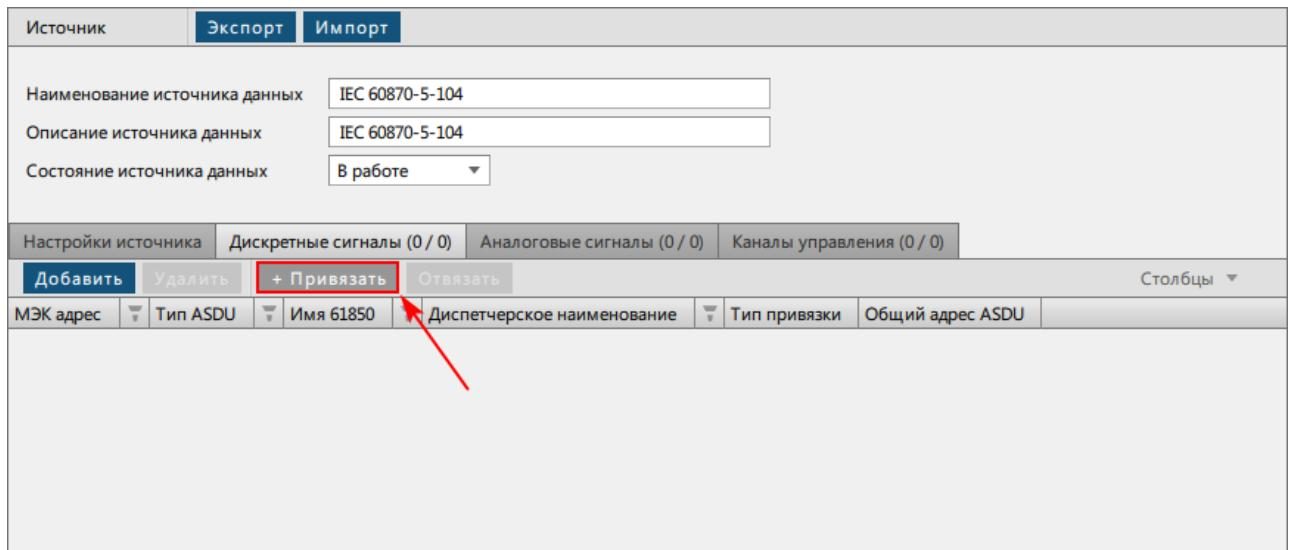

Рисунок 179 - Привязка сигнала
6. Нажмите **+ Привязать** (Рисунок 179).